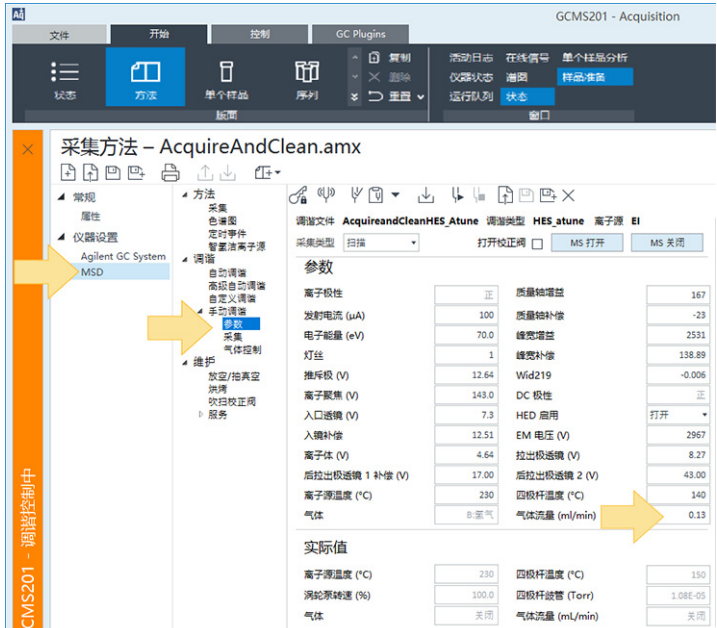

图 19 手动调谐参数
- a 选择**调谐 > 手动调谐 > 参数**并将氢气**流量**参数设置为 **0.13**。开发**采集和清洁**方法时，务必要获取尽可能低的氢气流量，同时获得良好的结果。（请参见图 19 （第 38 页）。）